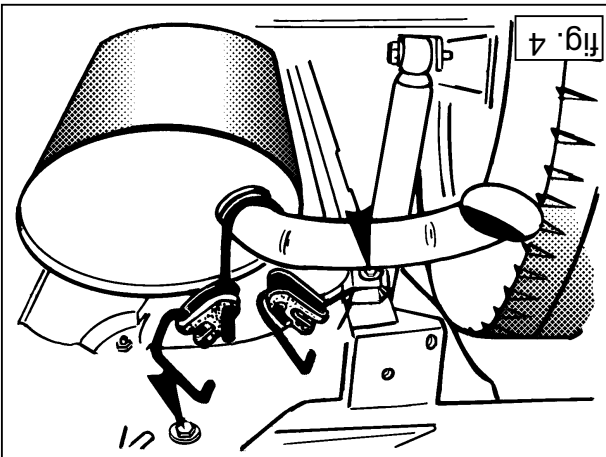

fig. 4
2. Die hinterste Auspuffaufhängung entsprechend Fig.4 demontieren. Entsprechend Fig.5 das Bitumen von den Berührungsfächen entfernen und die vier Verschlüßmuttern abbringen.
2. Démontez la suspension d'échappement la plus en arrière conformément à la fig.4. Enlevez la couche de goudron des surfaces de contact conformément à la fig. 5 et montez les quatre écrous-cage.
2. Demonter det yderste udstødningsophæng ifølge fig.4. Fjern bitumenlaget på berøringsfladerne ifølge fig.5 og placer fire burmøtrikker.
2. Desmontar la última suspensión del tubo de escape de acuerdo a la fig. 4. Retirar el betún de las superficies adyacentes de acuerdo a la fig. 5 y colocar las cuatro tuercas jaula.